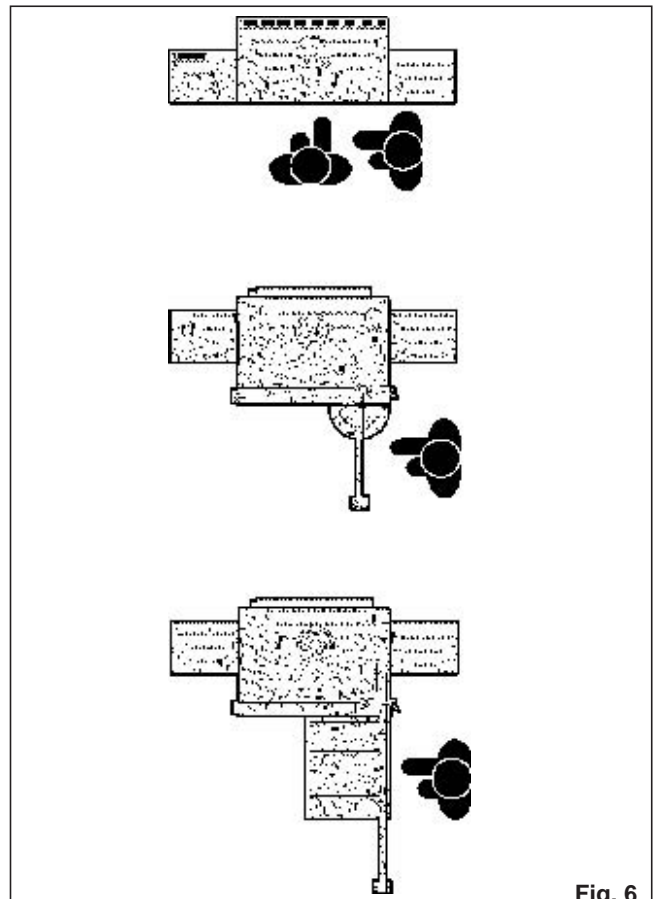

Fig. 6
- Fräsningsmått med pressare (bild 6):
2.4. ARBETSPLATSEN (bild 6)